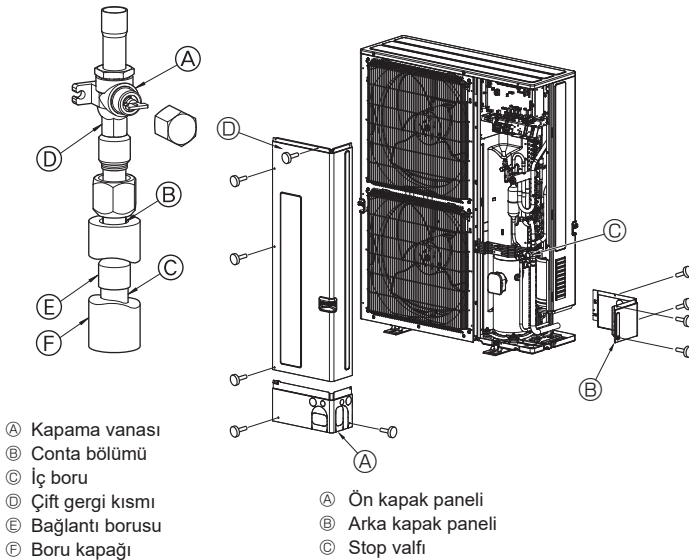

Fig. 4-3
- ③ Gaz boruları bağlantısı için aşağıdaki yöntemi kullanınız. (Fig. 4-3)